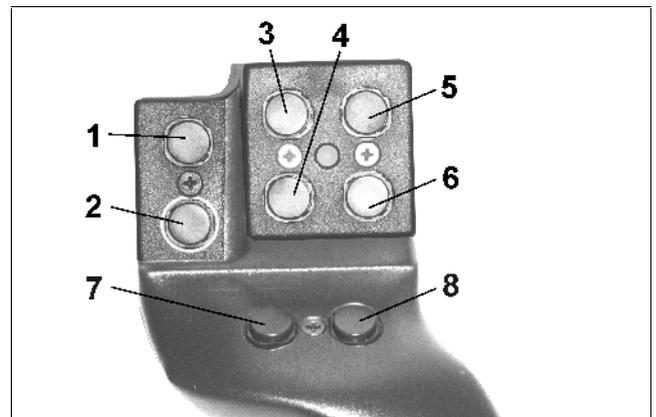
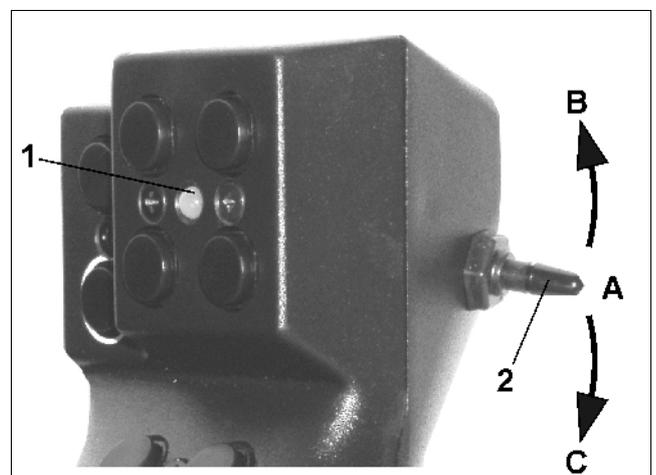

Fig. 45
Fig. 46
Para manejar el **AMATRON+**, la empuñadura multifuncional (Fig. 45) tiene a disposición 8 teclas (1 - 8). Además, mediante el interruptor (Fig. 46/2) se puede modificar tres veces la ocupación de las teclas.
- posición media (Fig. 46/A) pudiendo ser activado hacia
- arriba (Fig. 46/B) o hacia
- abajo (Fig. 46/C).
La posición del interruptor es indicada mediante una luz LED (Fig. 46/1).